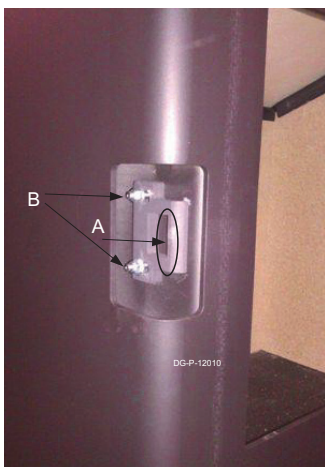

Fig. 1
- Smør eventuelt indersiden af låsepladen med en smule varmebestandigt fedt (fig. 1, A).
- Dette gøres ved at løsne de to krydskærvmetalskruer (fig. 2, C) og de selvlåsende møtrikker (fig. 1, B) en smule.
- Løsn låsemøtrikkerne (fig. 1, B) en omgang, så låsepladen lige kan bevæges. Juster låsepladen 1 mm, og sørg for, at låsepladens forreste kant forbliver parallel med den forreste kant.
Det er vigtigt, at røggasafgangen i loftet (murbøsning eller samlestykke, der passer til et rustfrit stålør på 150 mm) er placeret, så der er 190 mm fra midten til væggen (se fig. 1). Hvis afstanden er større eller mindre, skal der anvendes bøjninger.